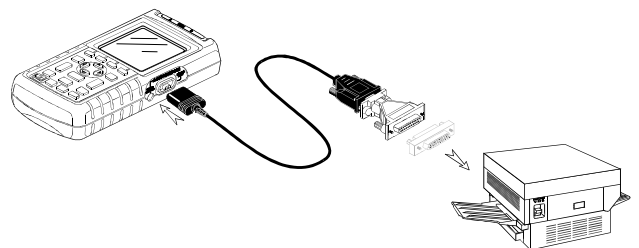

Figura 1-19. Conexión a una impresora en serie
- El Cable/Adaptador de RS-232 optoaislado (PM9080), para conectar una impresora en serie al PUERTO ÓPTICO del instrumento de medida. Consulte la figura 1-19.